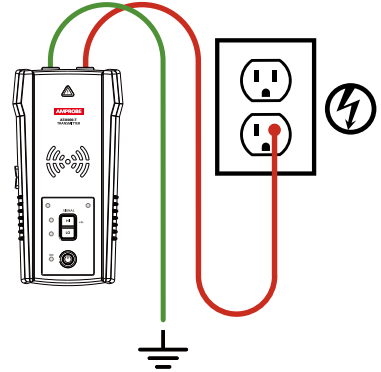

Figure 3.1a :
3. Raccordez le câble d'essai rouge au fil de ligne/phase tracé. Sur les systèmes sous tension, le signal sera **UNIQUEMENT** transmis entre le côté charge auquel le transmetteur est raccordé et la source d'alimentation (voir Figure 3.1a)